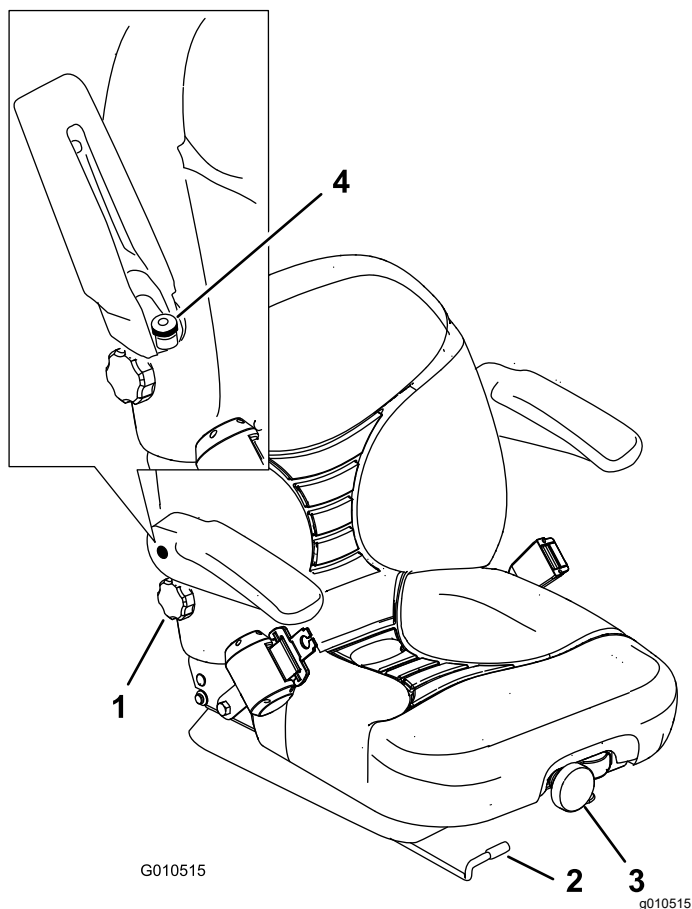

Figura 30
1. Mova a alavanca para o lado e desbloqueie o banco (Figura 30).
Para o ajustar o banco, rode o botão numa das direções para proporcionar o máximo conforto (Figura 30).
Para ajustar, rode o botão, sob o apoio para o braço direito, numa das direções para proporcionar o máximo conforto (Figura 30).
Eleve o apoio dos braços e rode o botão numa das direções para proporcionar o máximo conforto (Figura 30).